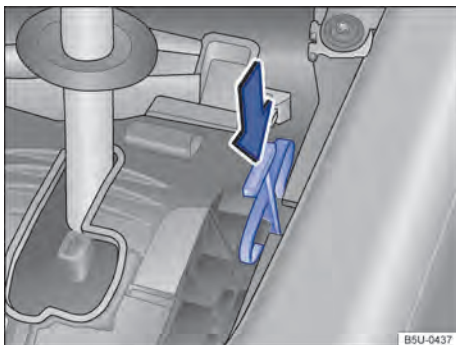

Fig. 86 Desinstalar a cobertura da alavanca seletora e destravar o bloqueio da alavanca seletora emergencialmente.
- Pressionar a alavanca de destravamento → Fig. 86 no sentido da seta e manter nesta posição..